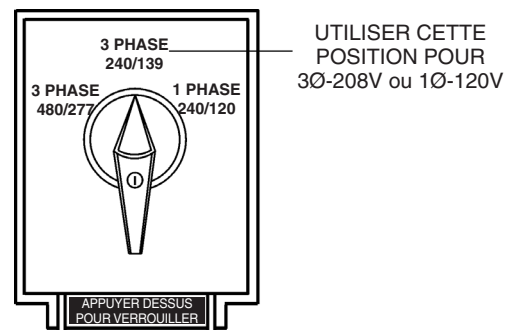

Figure 23. Commutateur de sélection de tension
1. Mettre le commutateur de sélection de tension dans la position 3Ø 240/139V comme indiqué dans Figure 23.